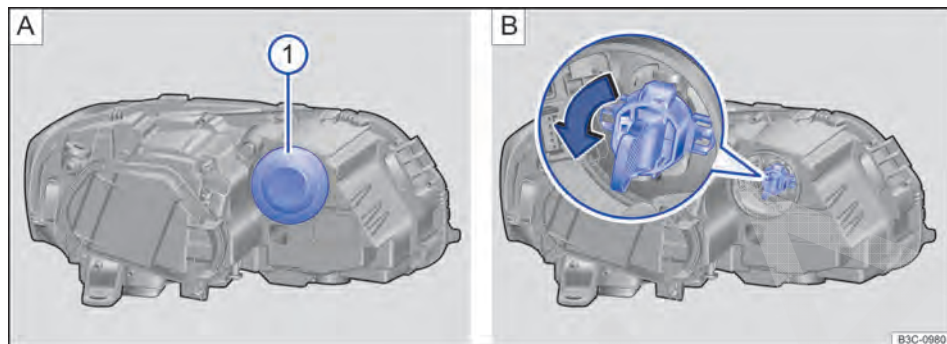

Fig. 271 No compartimento do motor: cobertura do indicador de direção do farol dianteiro esquerdo.
3. Remover a cobertura de borracha ⇒ Fig. 271 A ① na parte traseira do farol.
4. Girar e retirar o suporte da lâmpada no sentido da seta ⇒ Fig. 271 B.
9. Colocar o suporte da lâmpada e girar contra o sentido da seta ⇒ Fig. 271 B de volta para a posição original.
10. Colocar a cobertura de borracha ⇒ Fig. 271 A ①.